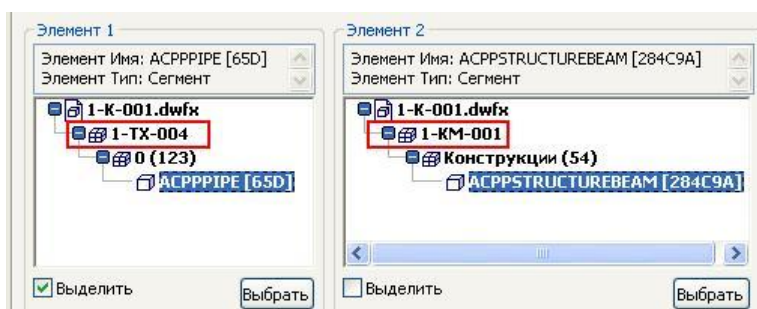

Рис. 138
- В нижней части окна **Результаты** можно увидеть, в каких файлах находятся пересекающиеся объекты. Это файлы проекта **1-TX-004** и **1-KM-001** (Рис. 138).